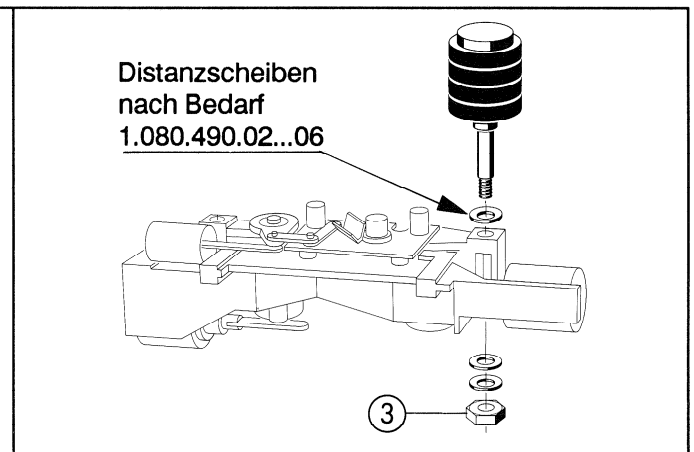
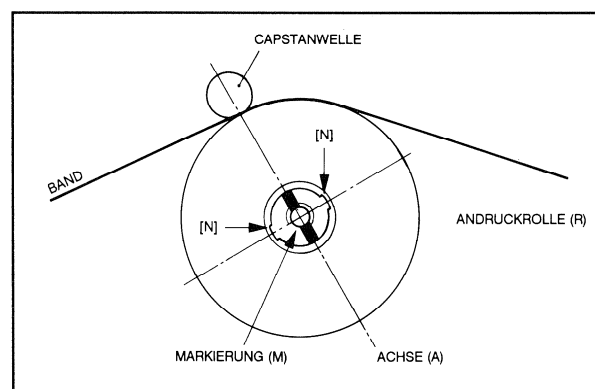

Fig. 2
Fig. 3
- c) Siehe Fig. 3! Die Andruckrollenachse (R) ist durch Verdrehen so zu justieren, dass die Markierung (M) und die Achse (A) in der gleichen Richtung laufen. Die Nocken (N) müssen dann in der in Fig. 3 gezeichneten Richtung zeigen. Bei den ersten Andruckrollenachsen fehlt die Markierung (M). Beim Ausrichten dieser Achsen ist die Position der Nocken (N) nach Fig. 3 zu beachten.
- Andruckrollenhöhe an Hand der Bandlaufhöhe prüfen und bei Bedarf Distanzscheiben unterlegen. Siehe Fig. 2. Richtung der Markierung (M) (Fig. 3) beachten.